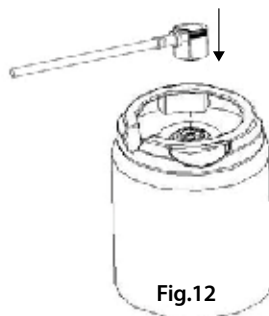

Fig.12
4. Plaats de adapter samen met de bierslang op het Heineken fust (Fig. 12).